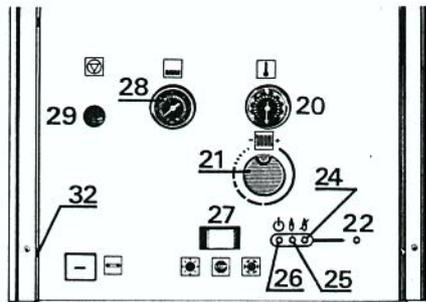

Fig. 1
- Placez l'interrupteur (27) (fig. 1) sur la position adéquate « été » ou « hiver ». Le voyant « vert » s'allume.
Nota : Si le brûleur ne s'allume pas (par exemple parce que la purge d'air de la canalisation n'était pas suffisante), la mise en sécurité par le dispositif de détection par ionisation intervient dans les 5 secondes. Après quelques instants, le voyant « rouge » s'allume, il est alors nécessaire d'appuyer sur le bouton (22) (fig. 1) de réarmement du boîtier électronique pour que le cycle d'allumage recommence. Un délai de sécurité est prévu entre deux tentatives consécutives d'allumage.
Réglez l'aquastat (21) (fig. 1) de la chaudière en fonction de la température extérieure et de la température intérieure désirée.
Par temps froid, le bouton de réglage de l'aquastat de la chaudière (21) (fig. 1) peut être laissé en permanence au maximum, c'est-à-dire tourné en position « + ».
Placer l'interrupteur électrique (27) (fig. 1) sur la position « ÉTÉ ». La chaudière fonctionne en eau chaude uniquement.
Si l'aiguille du manomètre (28) (fig. 1) descend au-dessous de 1 bar à froid, rétablissez le plein d'eau de votre ins-
- lorsque l'aiguille a atteint environ 1,5 bar (28) (fig. 1), refermez le robinet,
Démontage de l'écran (fig. 1)